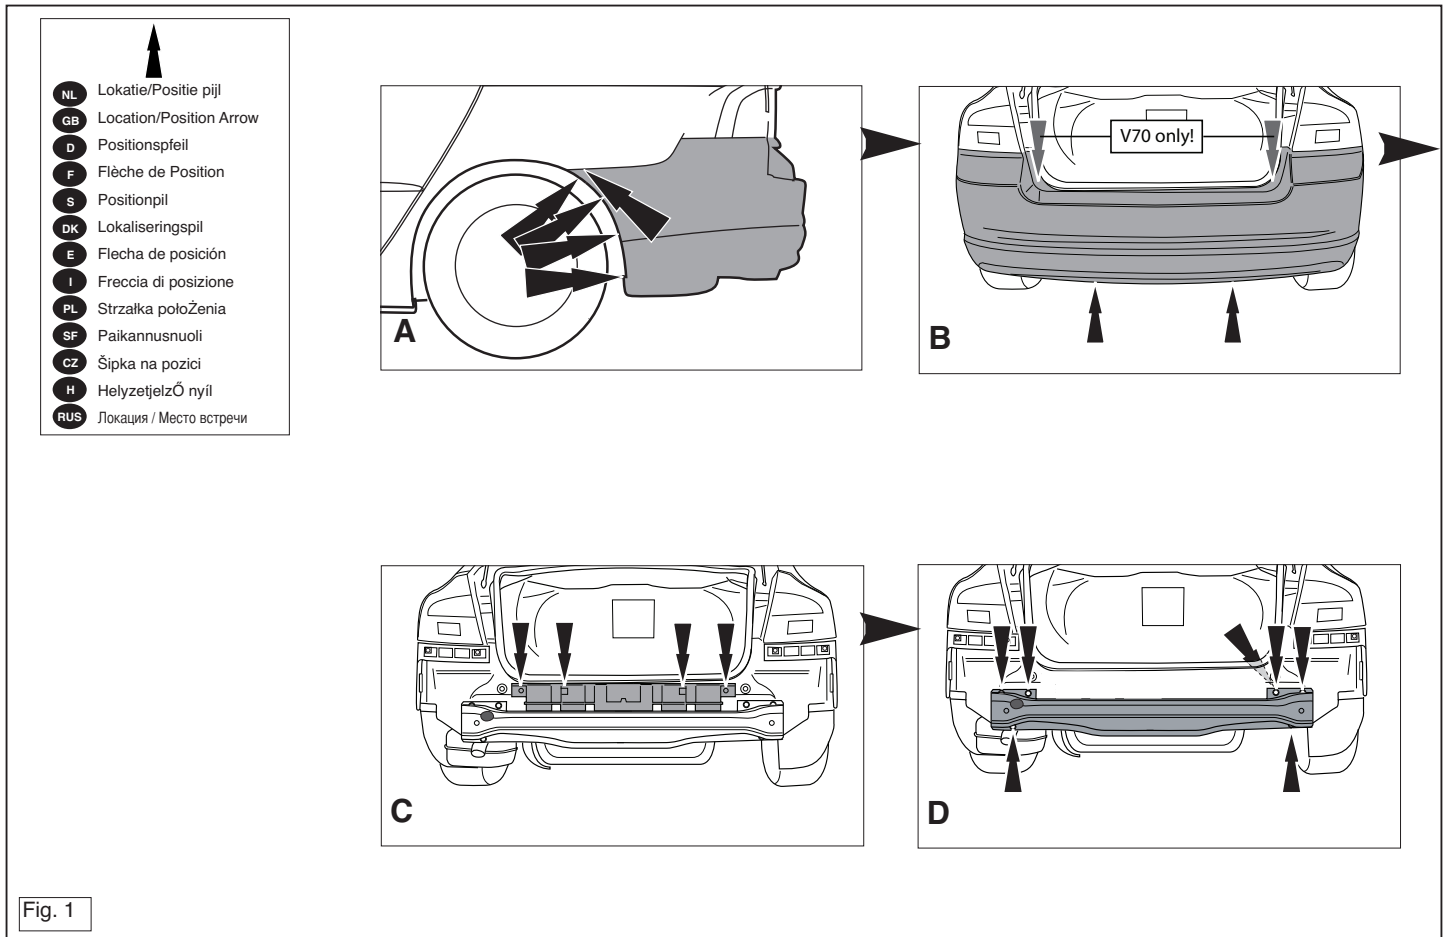

Fig. 1
1. Demonter kofangeren, inklusive køretøjets stålstødbjælke. Se fig. 1.
1. Zdemontować z pojazdu zderzak wraz ze stalową belką zderzakową. Patrz rysunek 1.